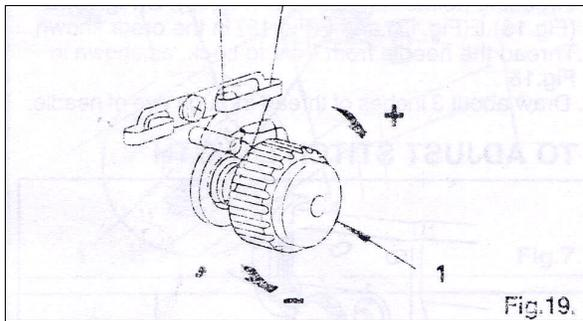

Fig.19.
Régler la tension du fil d'aiguille, avec le bouton de réglage (1) figure 19.
Régler la tension de fil de canette avec la vis de réglage (1) figure 19.